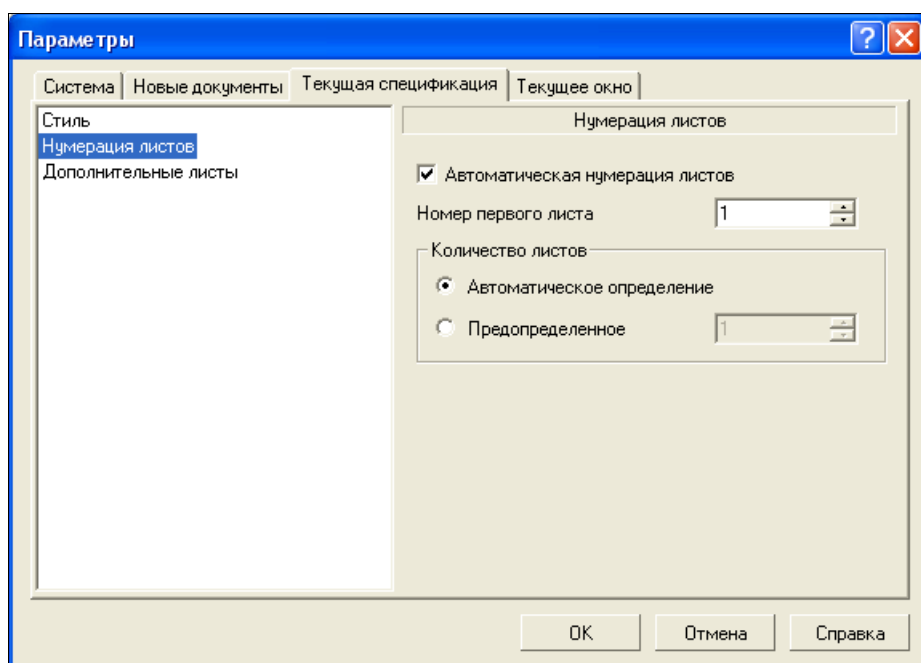

Рис. 14.40. Диалоговое окно **Параметры**
- ♦ щелкните ЛК мыши по пункту **Нумерация листов**. В правой части появилась панель **Нумерация листов** (рис. 14.40), где вы можете задать неавтоматическую нумерацию листов, сняв соответствующие флажки, и изменить номер первого листа.